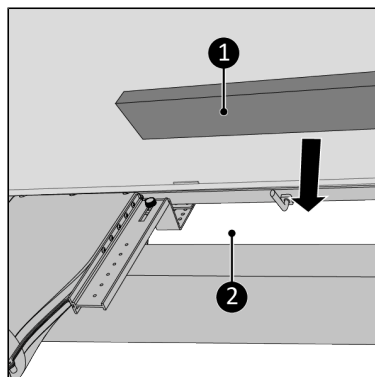

Rysunek 50.
14. Ostrożnie przykręcić śrubę mocującą do ramy (Rysunek 50, poz. 1).